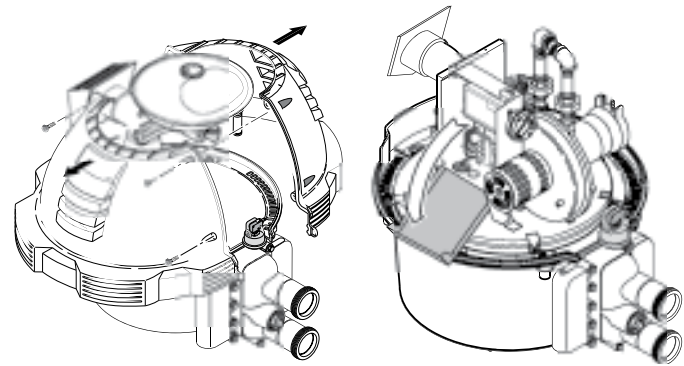

Figura 29.
2. Remueva los pernos y separe las mitades de la sobrecubierta, (ver Figura 29).